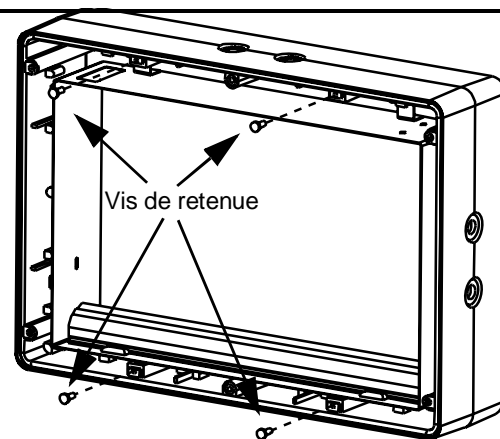

Figure 8
3. Installer les vis de retenue du panneau arrière (voir Figure 8)